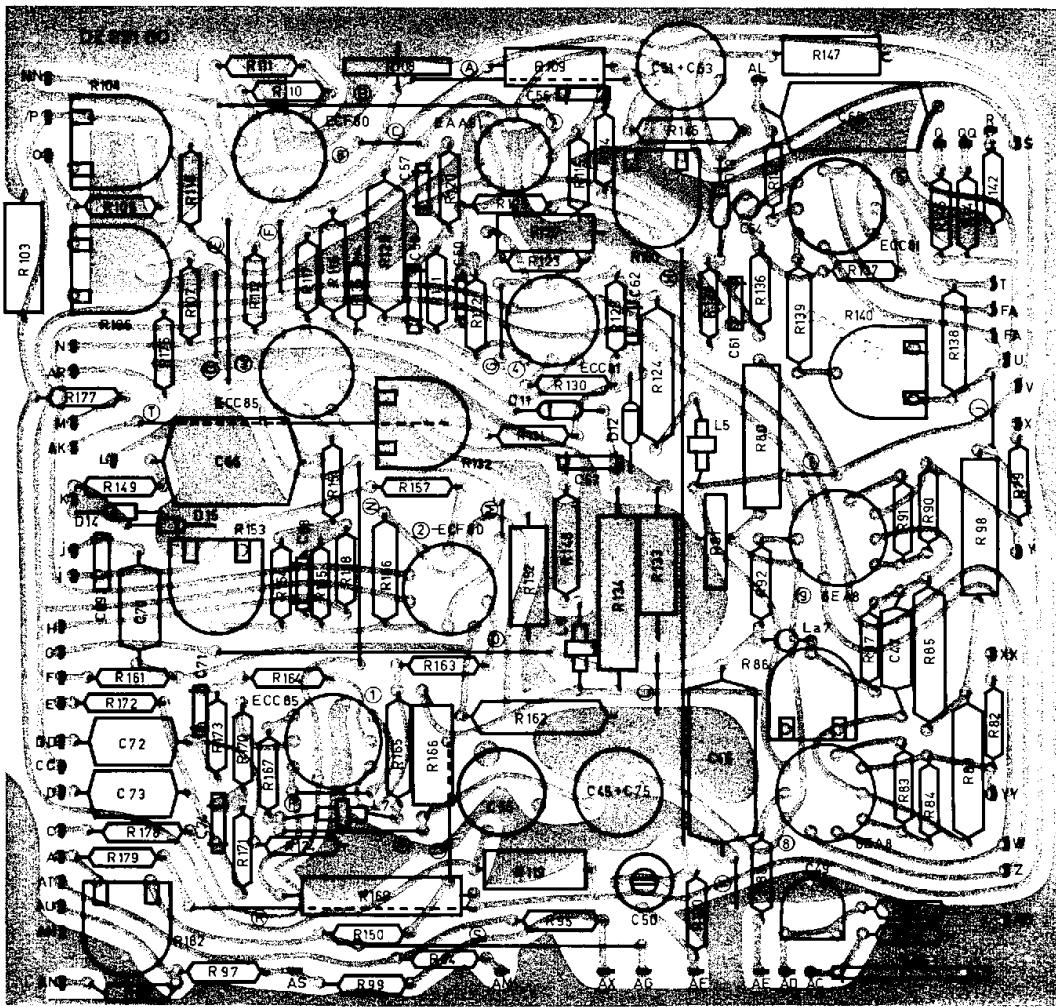

Fig. 8
**Réglage du circuit imprimé « amplificateur horizontal » n° DX 54753 (monté sur la plaquette DZ 22160) (figure 8).**
**Regeling van de gedrukte schakeling « horizontale versterker » n° DX 54753 (gemonteerd op de strip DZ 22160) (fig. 8)**